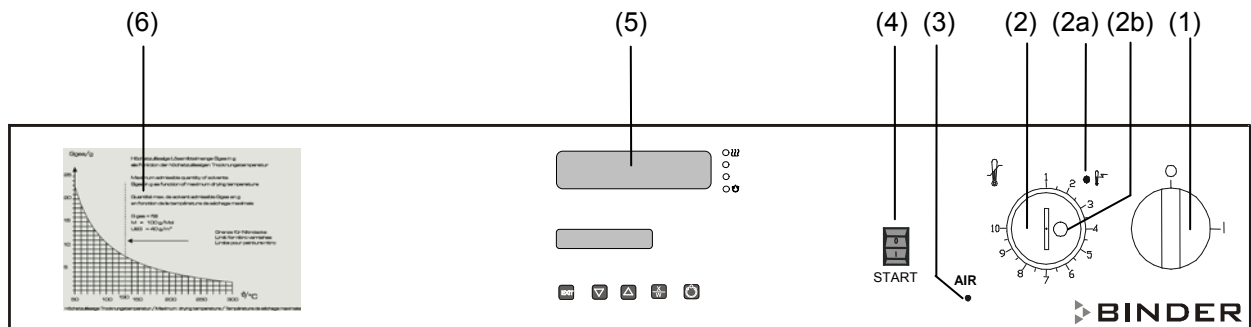

Figure 4: Panneau d'instruments de l'appareil standard FDL 115
L'écoulement de l'air est contrôlé par un dispositif de contrôle d'écoulement fixé dans la partie supérieure de l'appareil (interrupteur de pression différentielle). En cas de perturbation, le dispositif de surveillance procède à une coupure immédiate du chauffage suivie d'un signal visuel : Témoin lumineux rouge « AIR » (3) (voir Figure 4).